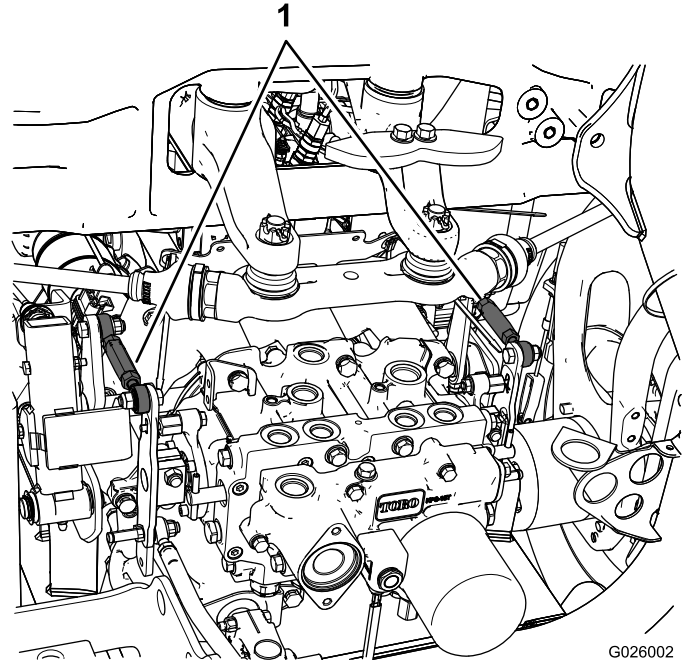

图9
- 如果左后轮胎正在旋转请松开左侧传动控制杆上的锁紧螺母图9。